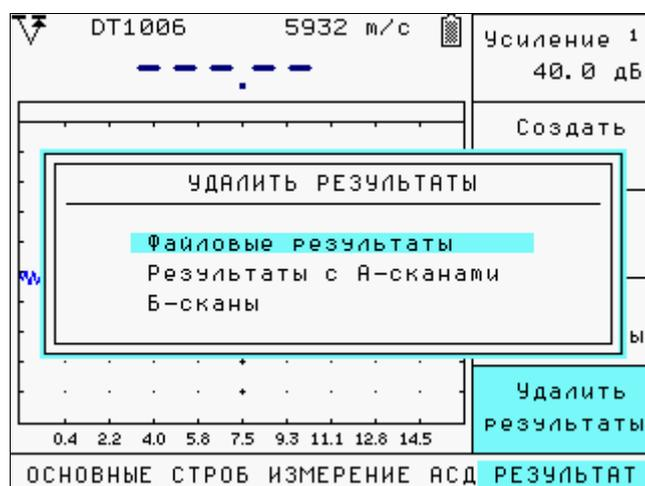

Рис.8.3 Выбор типа результатов для удаления
**Шаг 1.** Выберите пункт «УДАЛИТЬ РЕЗУЛЬТАТЫ» в меню «РЕЗУЛЬТАТ». На экране появится окно выбора типа результата А- скан или Б- скан (рис. 8.3)